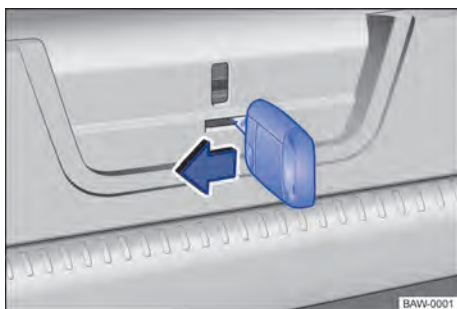

Fig. 66 No compartimento de bagagem: destravar a tampa traseira.
- Inserir a haste da chave na abertura na tampa traseira → Fig. 66 e deslocar a alavanca de destravamento no sentido da seta. ◀